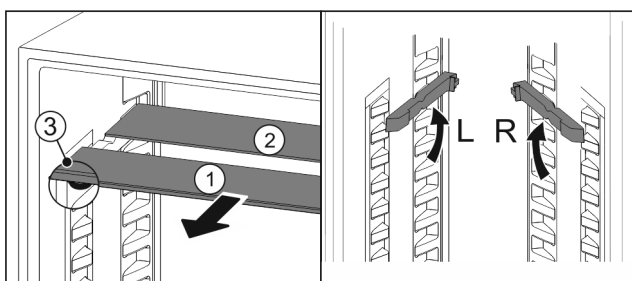

Fig. 20
- Wyciągnąć Fig. 20 (1) pojedynczo półki szklane do przodu.
- ▷ Płyta szklana Fig. 20 (1) z listwą ozdobną znajduje się z przodu.
- ▷ Stopery Fig. 20 (3) wskazują w dół.